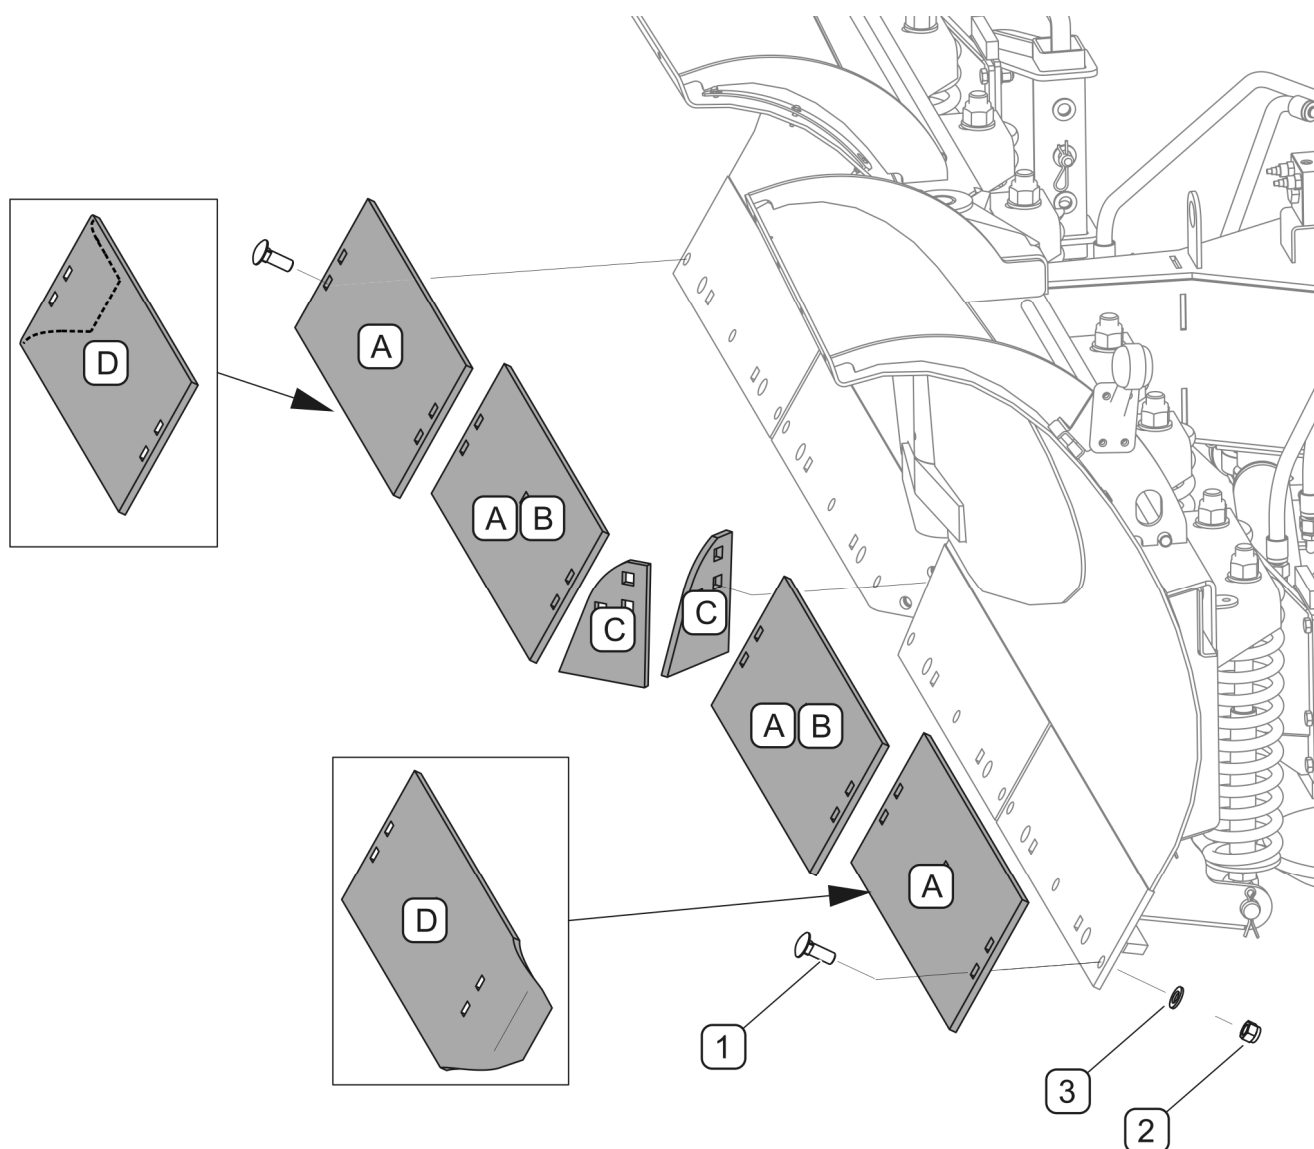

FIG 5.1 Udskiftning af stål- plovskær
Stål-plovskærene (FIG 5.1) består af segmenter. For at afmontere et af plovskærets segmenter skrues de rette møtrikker af (4), og skruerne (3), hvorved plovskæret er fastgjort til klapskæret, udtages. Defekt plovskær skal udskiftes. Der er mulighed for at vende plovskær, der kun er slidt på en side, om og genmontere dem på ploven. For en fortegnelse over stål-plovskær henvises til (TABEL 5.1).